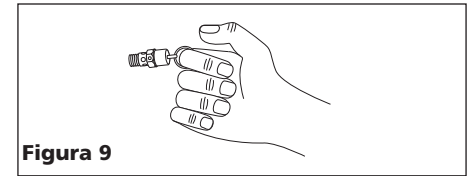

Figura 9
1. Hále el anillo de la válvula de seguridad y déjelo que regrese a su posición normal (Vea la Figura 9). Esta válvula libera el aire automáticamente si la presión del tanque excede el nivel máximo fijado.